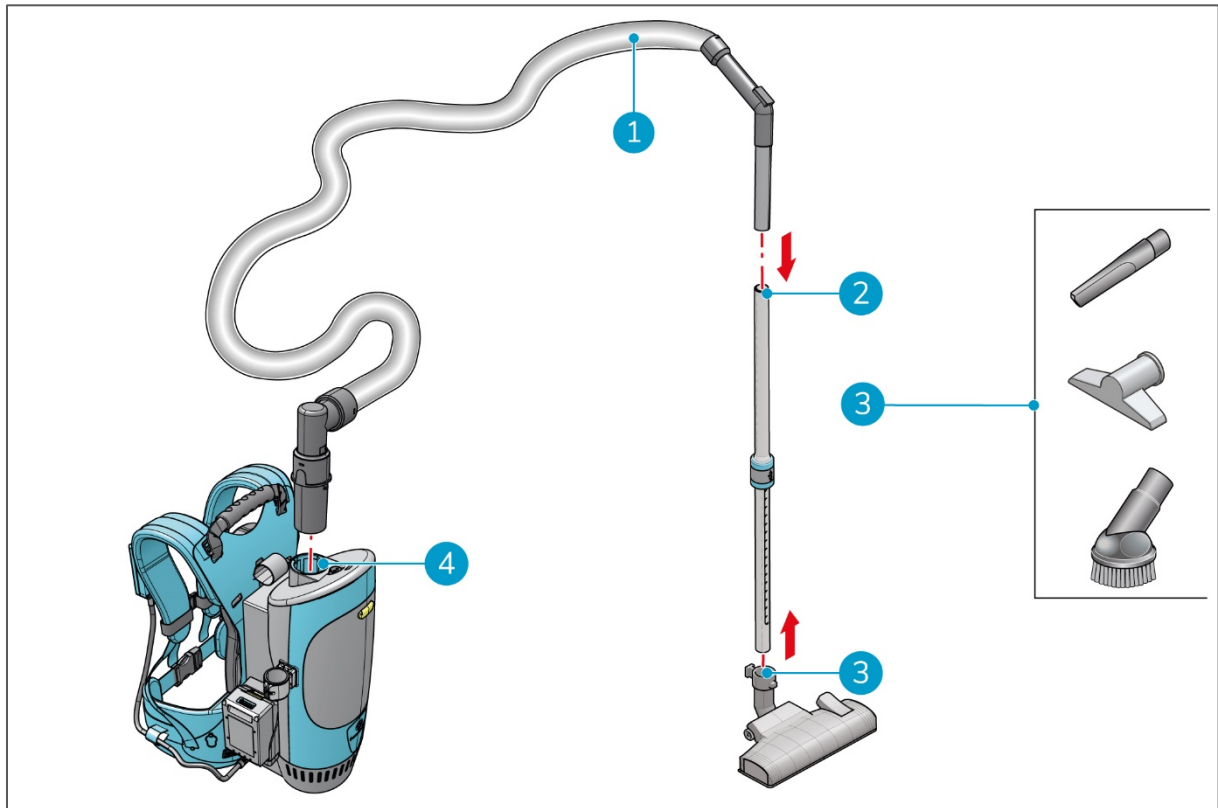

Figure 7
1. Insérez le tuyau (Figure 7, pos. 1) dans le corps de l'i-move 2.5B® (Figure 7, pos. 4) et dans le manche (Figure 7, pos. 2).
2. Fixez l'accessoire souhaité (Figure 7, pos. 3) sur l'embout fin du manche.